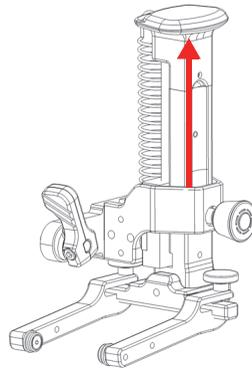

Figura 3-4 Scorrimento della rotaia fino alla posizione di blocco
9. Per facilitarne il montaggio sollevare i supporti delle sonde facendo scorrere verso l'alto la rotaia del braccio con meccanismo a molla fino a quando raggiunge la posizione di blocco (Figura 3-4 a pagina 67).